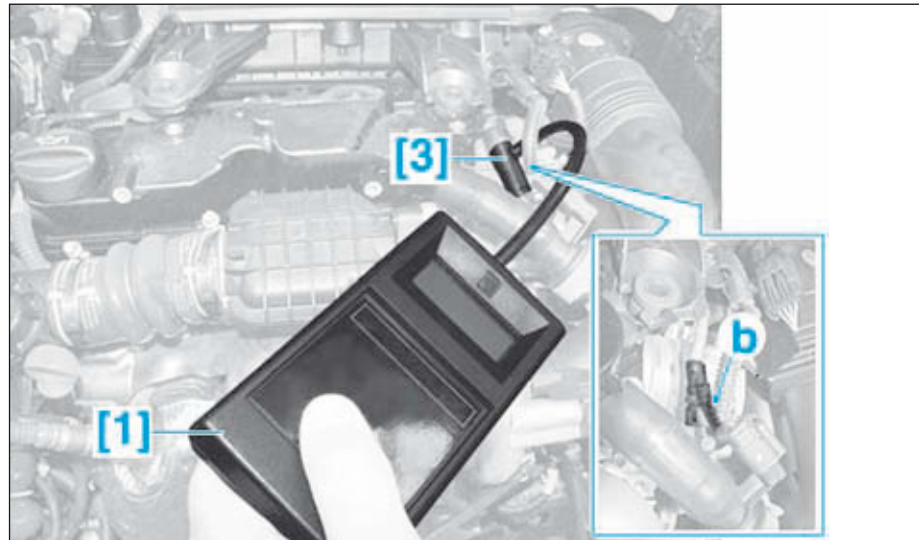

FIG.38
- Brancher les outils [1] et [3] sur la pompe à vide en (b) (Fig.38).